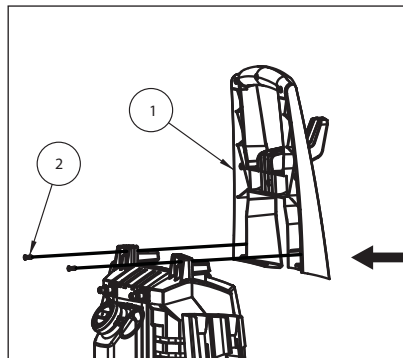

Ilustración 5 - Fije la manija (solo para PW190100)
3. Fije la manija (1) a la unidad con 2 tornillos de cruz (ver la ilustración 5).